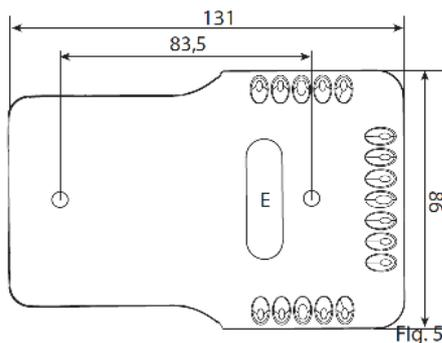

Fig. 5
4. Taladrar los orificios en la pared (diám. 5 mm); a continuación, inserte los enchufes y tornillos suministrados, asegurándose de que los cables eléctricos pasan a través del orificio E (Fig. 5).